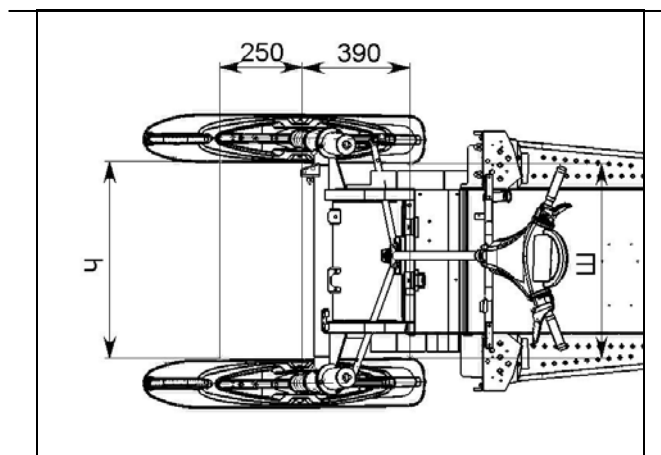

Рисунок 30 – Регулировка схождения лыж
- вращением рулевых тяг добейтесь, чтобы при положении лыж "прямо-вперед" расстояние Ч (рисунок 30) между передними концами лыж было больше на 10 мм, чем расстояние Ш между задними концами лыж (Ч-Ш=10 мм);